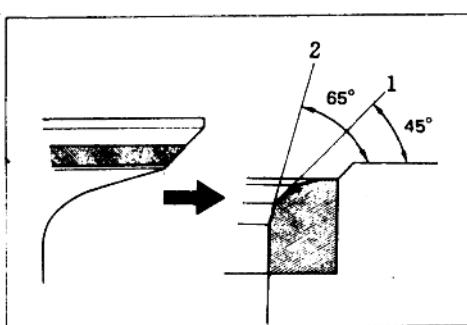
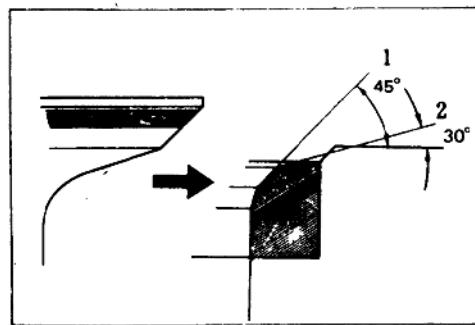

图1-4
图1-5
5. 检查气门与气门座的接触宽度,标准尺寸为1.1~1.5毫米,使用极限为1.8毫米,超过极限时可对气门座进行校正,若接触带位置过高时,可用65度铰刀校正,如图1-4所示,若接触带位置过低时,可用30度铰刀校正,如图1-5所示,校正后还需将气门与气门座进行配对研磨。